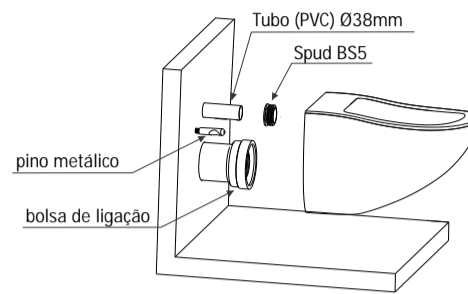

Fig. 6
- 5** Encaixe o Spud Bs5 (não acompanha o produto) na entrada d'água da bacia, e em seguida posicione a bacia no local de instalação, encaixando os conjuntos de fixação instalados na bacia nos pinos metálicos montados na parede e o tubo (PVC) Ø 38mm no Spud BS5 montado na entrada d'água da bacia (Fig. 6).